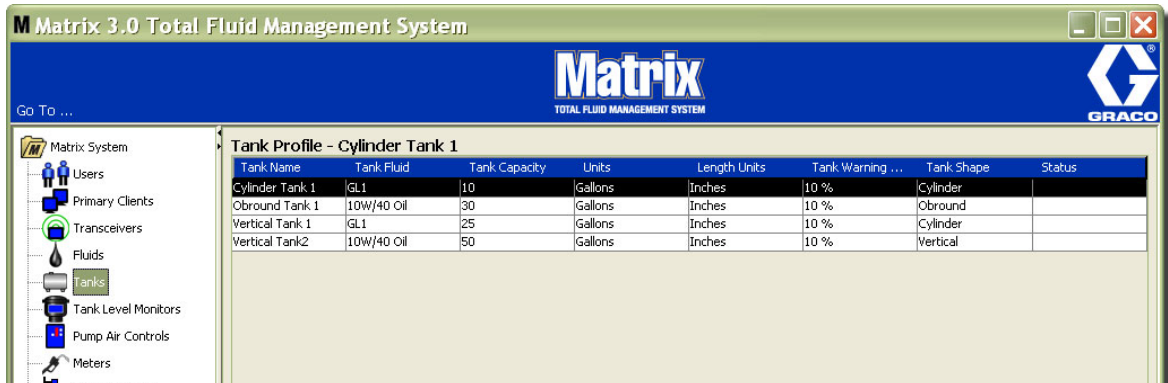

FIG. 103
1. Cuando se haya proporcionado toda la información requerida del perfil del tanque, haga clic en Aceptar para cerrar la pantalla y guardar los cambios. El tanque se agrega a la lista como se representa en la FIG. 103.
2. Para modificar el Perfil de tanque (FIG. 103) seleccione la entrada que aparece en la lista de la pantalla principal Tanques, tal como se representa en la FIG. 103.